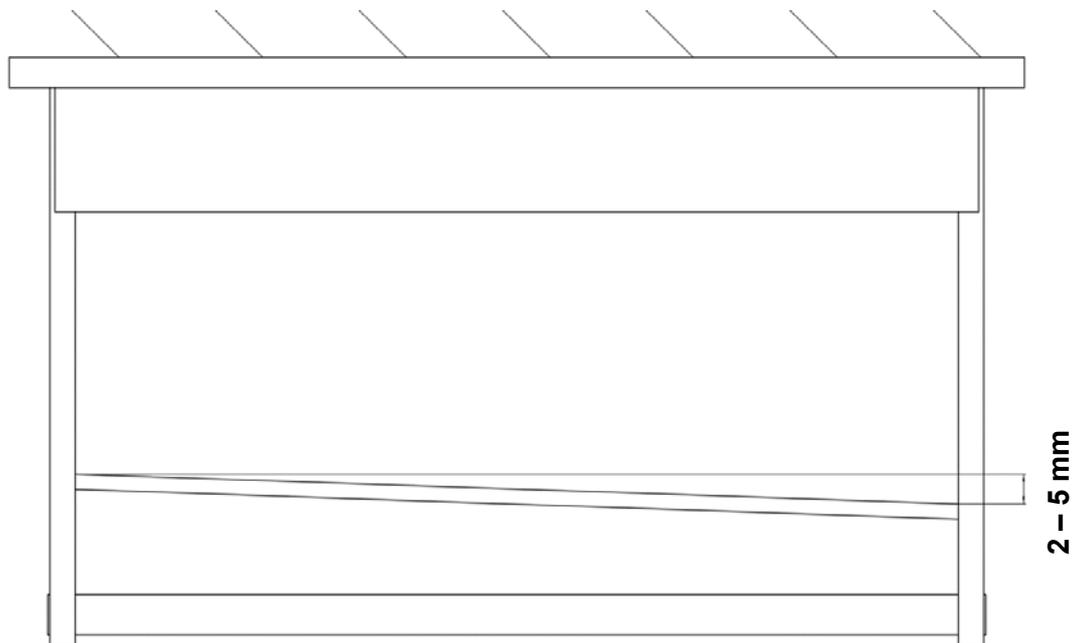

Abbildung 7: Einstellung Tuch
2. Fixierung Quersprosse verschieben (**siehe Abbildung 7**).